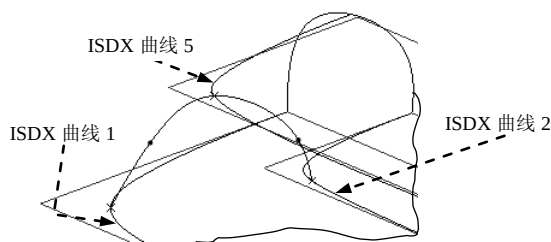
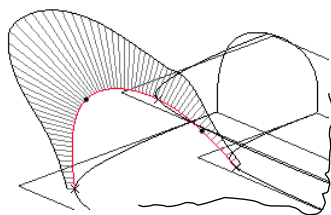

图 8.8.50 对齐各端点
图 8.8.51 ISDX 曲线 6 的曲率图
③ 按住键盘 Shift 键, 将 ISDX 曲线 6 的左端点放置在 ISDX 曲线 1 上, 该端点将变成小叉“×”, 如图 8.8.50 所示; 将 ISDX 曲线 6 的右端点放置在 ISDX 曲线 2 上, 该端点将变成小叉“×”; 将左起第三个点放置在 ISDX 曲线 5 上, 该端点将变成小叉“×”。
(5) 对照曲线的曲率图, 编辑 ISDX 曲线 6。
① 单击  按钮, 选择 Course_v4 视图。
② 在 **样式** 功能选项卡中的 **分析** 区域中单击“曲率”按钮 , 然后单击图 8.8.51 中的 ISDX 曲线 6; 对照图 8.8.51 所示的曲率图(注意: 此时在 **比例** 文本框中输入数值 8.00), 再次对 ISDX 曲线 6 上的其他几个点进行拖拉编辑。
(6) 完成编辑后, 单击操控板中的  按钮。